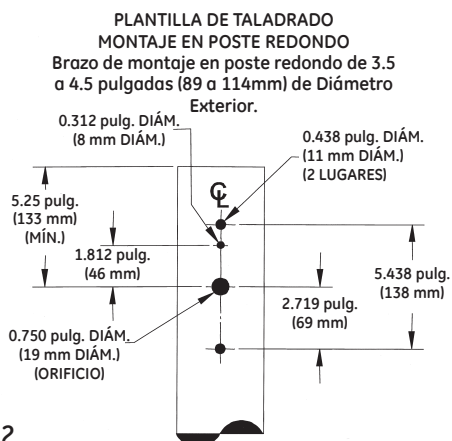

FIGURA 2
- El patrón de orificios en el poste redondo deberá estar de acuerdo con la Figura 2.